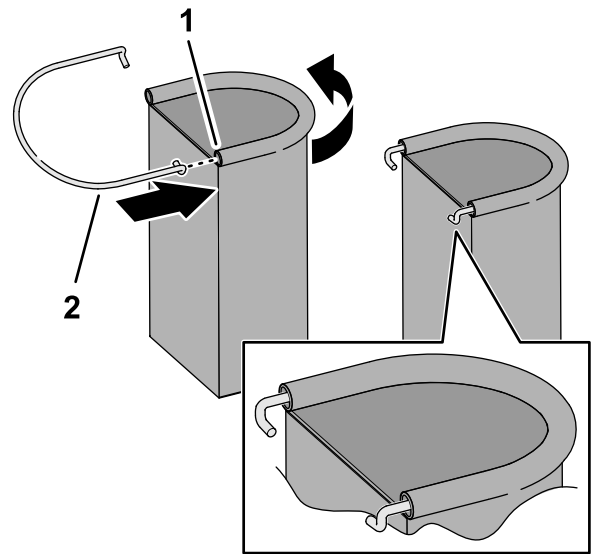

Figura 22
- Inserite un anello nel manicotto del contenitore per la conservazione dei DPI come mostrato nella Figura 22.